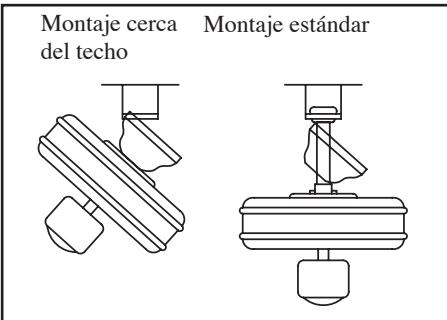

Figura 11
2. Instala la placa de montaje del techo en la caja eléctrica deslizando la placa de montaje sobre los dos tornillos provistos con la caja eléctrica (Figura 11). Cuando uses el montaje cerca del techo, es importante que el soporte de montaje esté nivelado. Si es necesario, usa arandelas niveladoras (no incluidas) entre la placa de montaje y la caja eléctrica. Nota que el lado plano del soporte de montaje está hacia la caja eléctrica (Figura 11).
gancho suministrado usando uno de los orificios en el borde exterior de la cubierta de techo (Figura 11). Si usas el montaje estándar, asienta la bola de soporte en la placa del soporte de montaje. Asegúrate de que la pestaña sobre el casquillo de soporte de montaje encaje bien dentro de la ranura de la bola de soporte.
EL GANCHO COMO SE MUESTRA EN LA FIGURA 11 SOLAMENTE ES PARA SOSTENER EL VENTILADOR MIENTRAS SE CONECTAN LOS CABLES. SI NO SE CUELGA COMO SE MUESTRA EN LA FIGURA 11, PUEDE ROMPERSE EL GANCHO, Y EL VENTILADOR SE CAERÁ. EL GANCHO DEBE PASAR DE ADENTRO HACIA FUERA DE LA CUBIERTA.